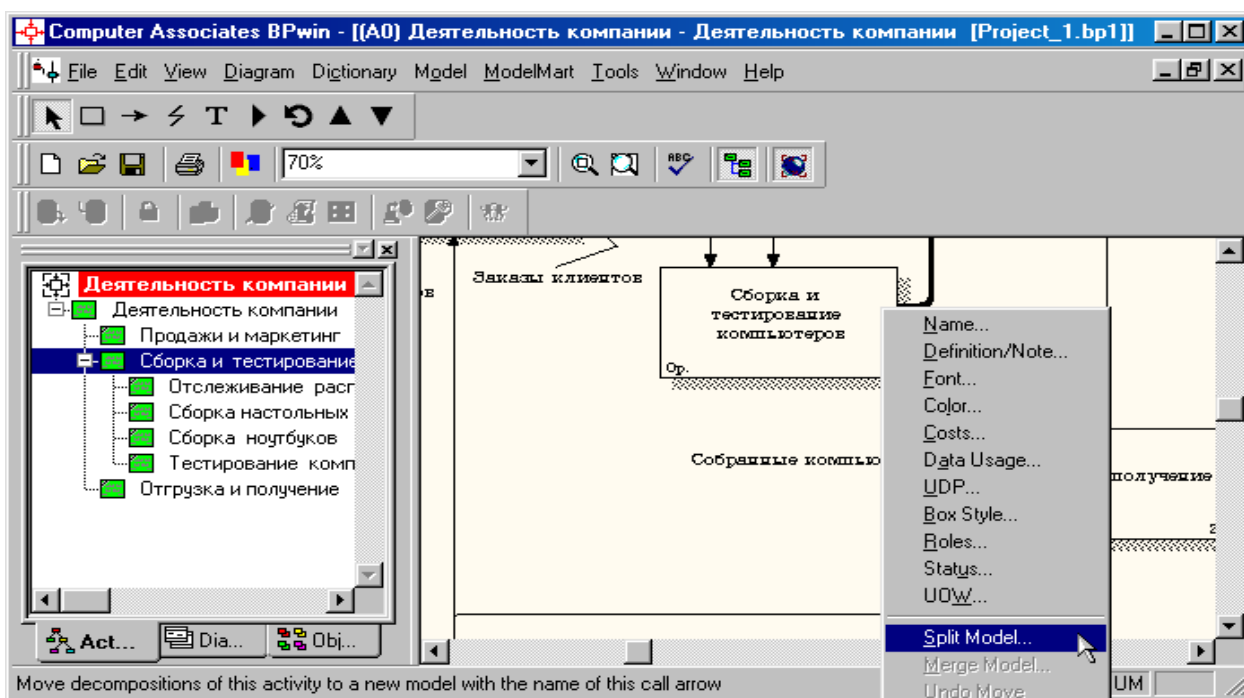

Рисунок 1.37 – Пункт контекстного меню **Split model**
1. Перейдите на диаграмму A0. Правой кнопкой мыши щелкните по работе «Сборка и тестирование компьютеров» и выберите **Split model** (Разделить модель) (рисунок 1.37).